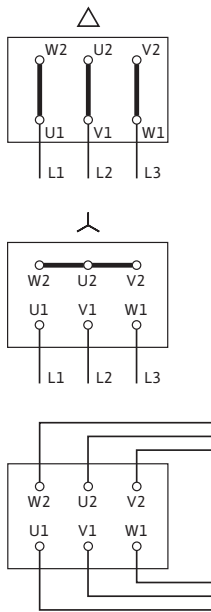

Fig. 11: Nettilkobling
- Koblingsskjemaet for elektrisk tilkobling befinner seg i koblingsboksens deksel (se også fig. 11).
- Netttilkoblingen til klemmebrettet er avhengig av motorytelsen P_2 , nettspenningen og innkoblingstypen. Den nødvendige koblingen til forbindelsesbroene i koblingsboksen finner du i påfølgende tabell og fig. 11.
| Direkte | Δ-kobling (fig. 11 øverst) | Y-kobling (fig. 11 midten) | Δ-kobling (fig. 11 øverst) |
| Y-Δ-start | Fjerne forbindelsesbroene (fig. 11 nederst) | Ikke mulig | Fjerne forbindelsesbroene (fig. 11 nederst) |